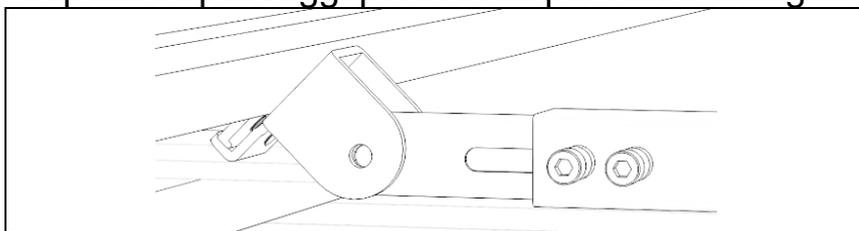

Figura 12
**Fase 5:** collegare la staffa posteriore (B) con il supporto (C1)
- Allineare i fori del supporto (C1) e della staffa posteriore (B) (figura 12).
- Allineare i fori del supporto (C1) e della gamba posteriore (B) (figura 12).